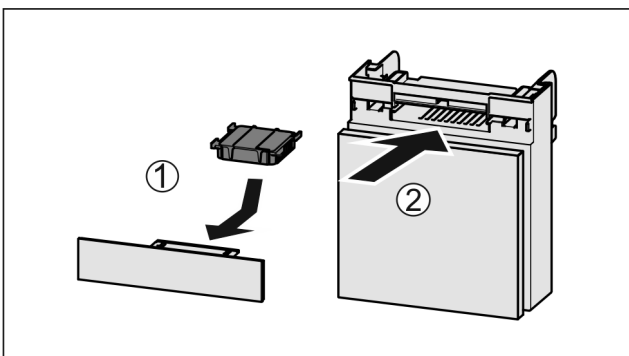

Fig. 69
- ▶ Aktivkohlefilter nach Abbildung einsetzen Fig. 69 (1).
- ▶ Fach einschieben Fig. 69 (2).